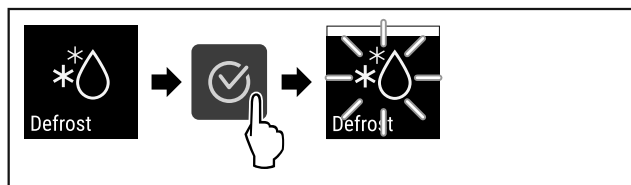

Fig. 85
- Eseguire i passi (vedere Fig. 85) .